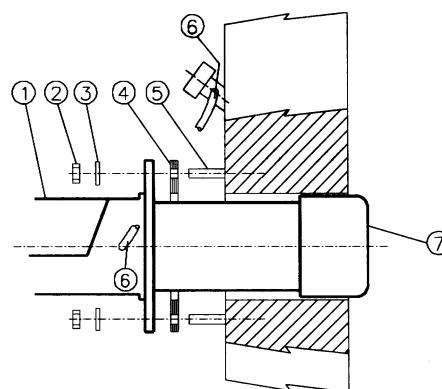

Рис. 6
- 4). закрепить ее с помощью гаек к крепежным винтам котла, согласно схеме на Рис. 6.